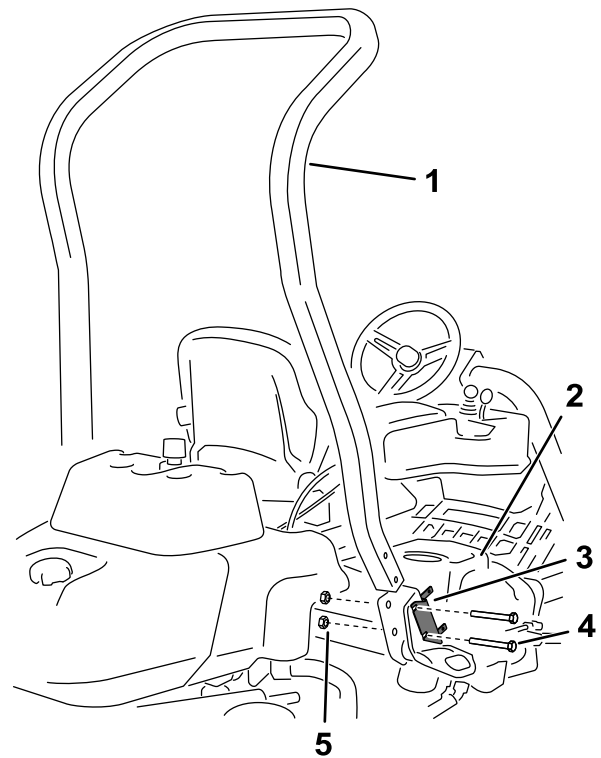

Figura 3
4. Remova os 2 parafusos que fixam o suporte do bloco de fusíveis ao suporte da EPCC, conforme mostrado na Figura 3.